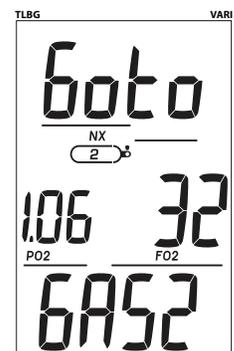

Fig. 60 - PRÉVISUALISATION D'UN CHANGEMENT DE MÉLANGE GAZEUX
**PRÉVISUALISATION D'UN CHANGEMENT DE MÉLANGE GAZEUX EN MODE NORM** : paramètres affichés (Fig. 60)